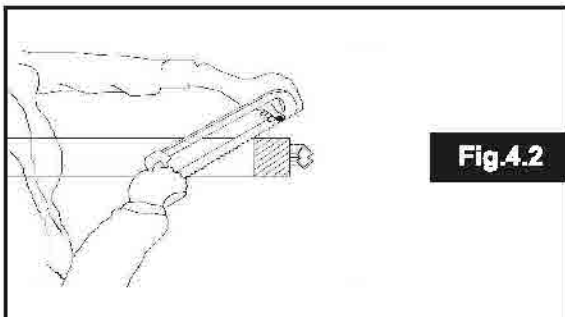
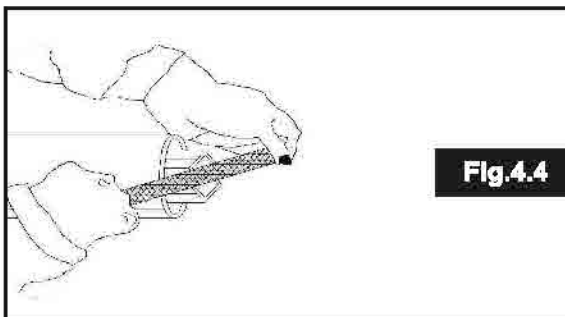
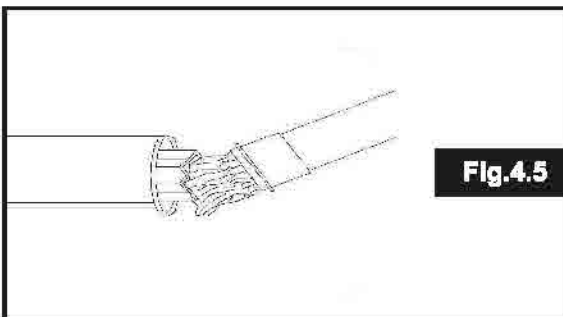

**Fig.4.2**
**Fig.4.4**
**Fig.4.5**
- Accorciare i tubi di scorrimento della stessa misura (Fig. 4.2 e 4.3), sbavare e rifilare (Fig.4.4), quindi ingrassare l'interno del fodero (Fig. 4.5).